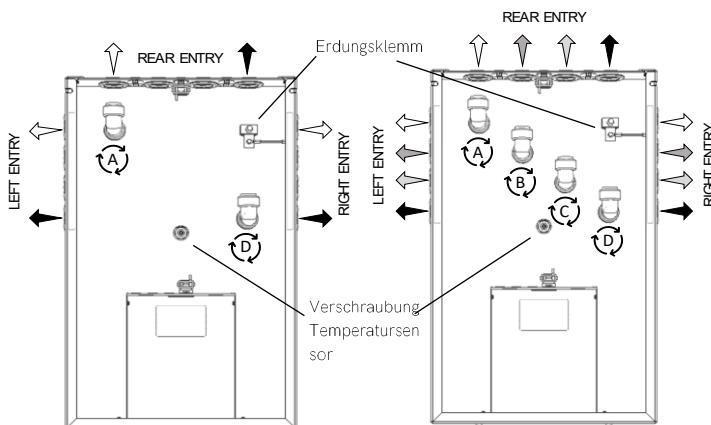

Abbildung 6 – Thermino ePlus-Anschlüsse (70-210 links, 300 rechts)
- Drehen Sie die Winkelstücke zu der Seite, an die Sie die Hydraulik anschließen möchten (links, rechts oder hinten) (Abbildung 6).
- Bei Thermino 70, 150 und 210 ePlus-Produkten muss der Kaltwassereinlass an Anschluss A und der Warmwasserauslass an Anschluss D (Abbildung 6 linke Seite) angeschlossen werden.
- Bei Thermino 300 ePlus-Produkten muss der Kaltwassereinlass in die Anschlüsse A und B und der Warmwasserauslass in die Anschlüsse C und D (Abbildung 6 rechte Seite) abgezweigt werden.